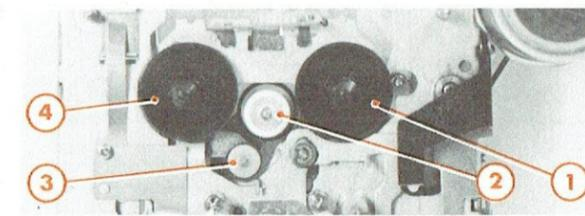

Fig. 15
- Si la valeur mesurée est inférieure à 50 g. cm, nettoyer à l'alcool les surfaces de friction du porte-bobine (1) et de la poulie (2). Les remplacer le cas échéant (Fig. 15).
- Si la valeur mesurée est inférieure à 50 g. cm, nettoyer à l'alcool les surfaces de friction du porte-bobine (4) et des poulies (2) et (3). Les remplacer le cas échéant (Fig. 15).